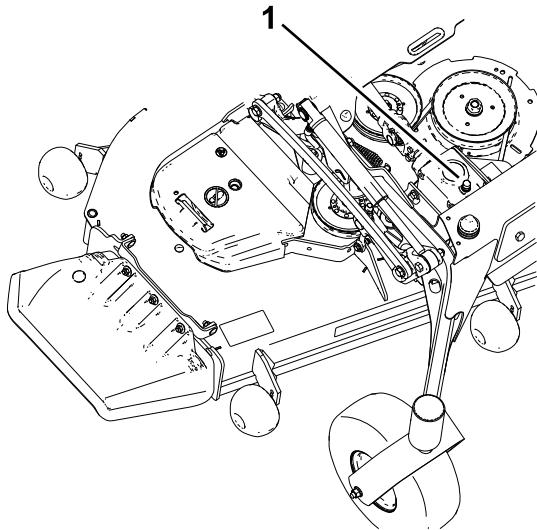

Рисунок 56
5. Вийміть щуп/заливну заглушку з верхньої частини коробки передач та перевіртеся, що мастило знаходитьться в діапазоні між позначками на щупі (Рисунок 56).
5. Вийміть щуп/заливну заглушку з верхньої частини коробки передач та переконайтесь, що мастило знаходиться в діапазоні між позначками на щупі (Рисунок 56).